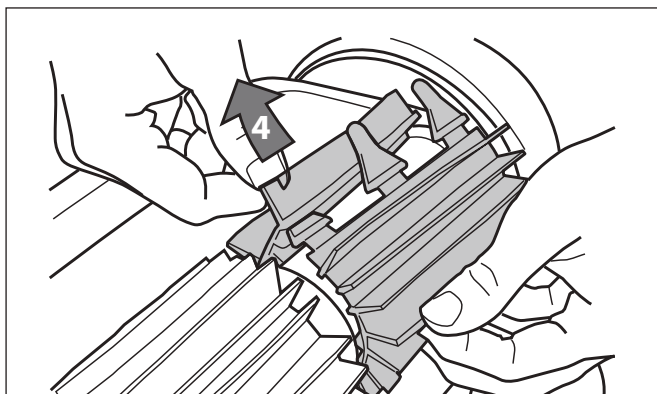

Figure 23. Tirer les ongles à travers chaque fente
4. Enfiler chaque patte dans la fente fournie et l'introduire délicatement jusqu'à ce que le talon sorte de l'autre côté de la fente (Figure 23).